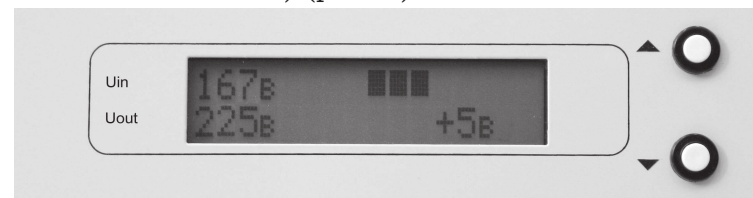

Рис.13
3. После завершения коррекции, примерно через 10сек., происходит отключение режима «Изменения», переключение стабилизатора на измененное напряжение, а на экране будет отображаться значение коррекции (если оно отлично от нуля) в виде числа (например: +5в или -10в без скобок) (рис.13).